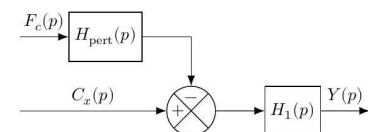

FIGURE 2 – Schéma bloc du stabilisateur (1)
**Question 6** En déduire les expressions littérales des fonctions de transfert  $H_{\text{pert}}(p)$  et  $H_1(p)$  du schéma-blocs figure 2 en fonction de  $L, J_x, f$  et  $k$ .